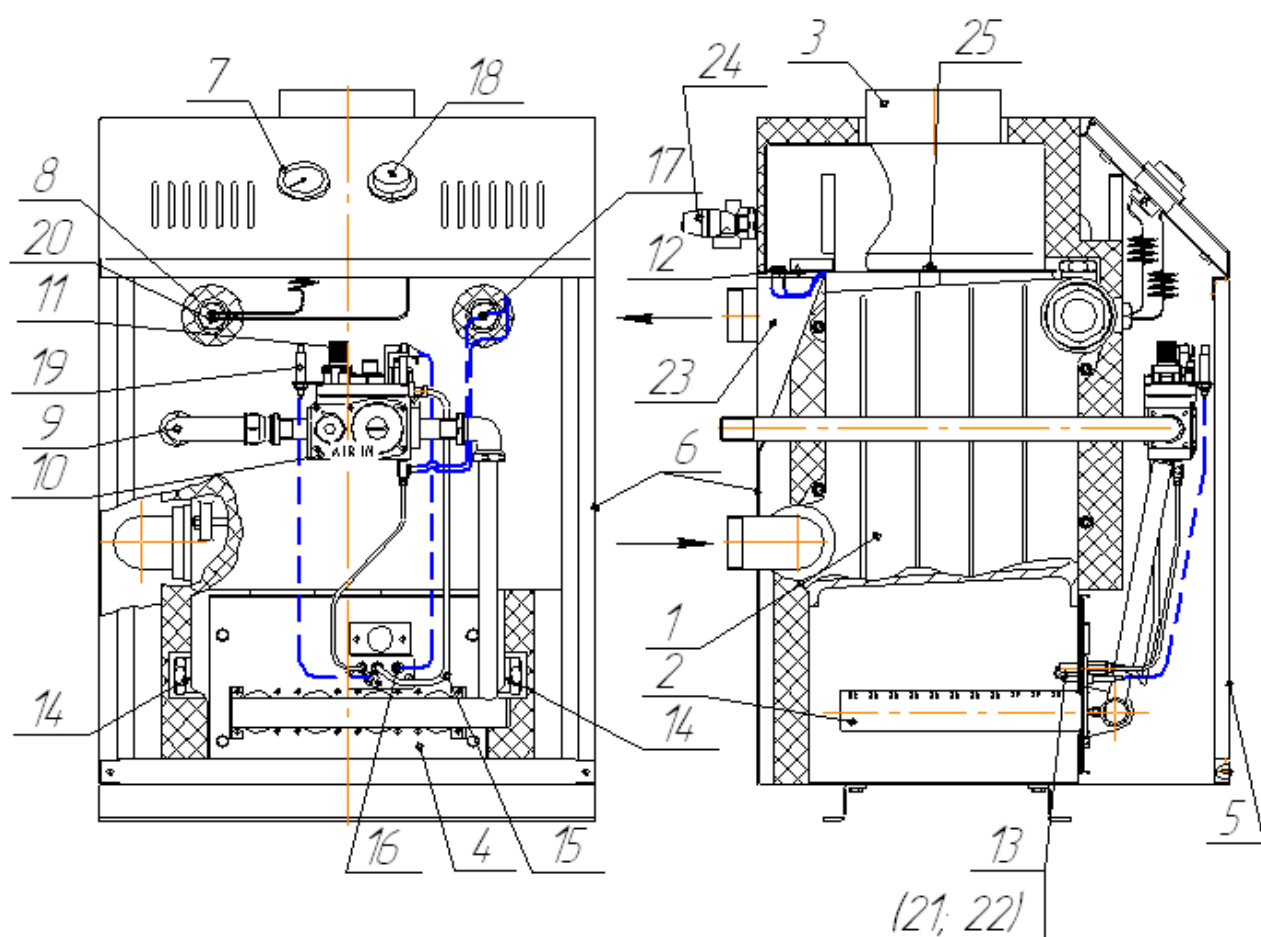

Рис. 2. Конструкция котла.
Конструкция котла представлена на рис. 2.
4.2 Конструкция котла представлена на рис. 2. Котел рис. 2 состоит из следующих основных узлов и деталей: чугунного теплообменника поз.1, листа фронтального поз. 4 с закрепленными на нем трубами горелки поз. 2, газоотвода поз.3, дверки поз. 5, облицовки (кожуха) поз. 6, указателя температуры воды поз. 7 с датчиком поз.8, газоподводящей трубки поз.9. При превышении избыточного давления воды в теплообменнике значения 4 кг/см^2 срабатывает предохранительный клапан поз. 24, сбрасывая воду в канализацию до уменьшения давления в теплообменнике.
Автоматика котла состоит из комбинированного газового клапана поз. 10, регулируемого термостата поз. 18 с датчиком поз. 20, предельного термостата с датчиком тяги поз. 17, датчика тяги поз. 12, блока запальной горелки поз. 13, установленного на фронтальном листе поз. 4. Блок пилотной горелки, рис. 2а, включает в себя запальную горелку, термопару поз. 21, милливольтный
Рис. 2а Схема расположения горелки запальной относительно основной
5.7 Перед началом монтажа необходимо провести расконсервацию котла, проверить правильность его сборки в соответствии с рис. 1 и рис. 2А, и убедиться в надежном и полном закреплении всех деталей и сборочных единиц.
6.2.1 Откройте дверцу 5 (см. рис. 2).